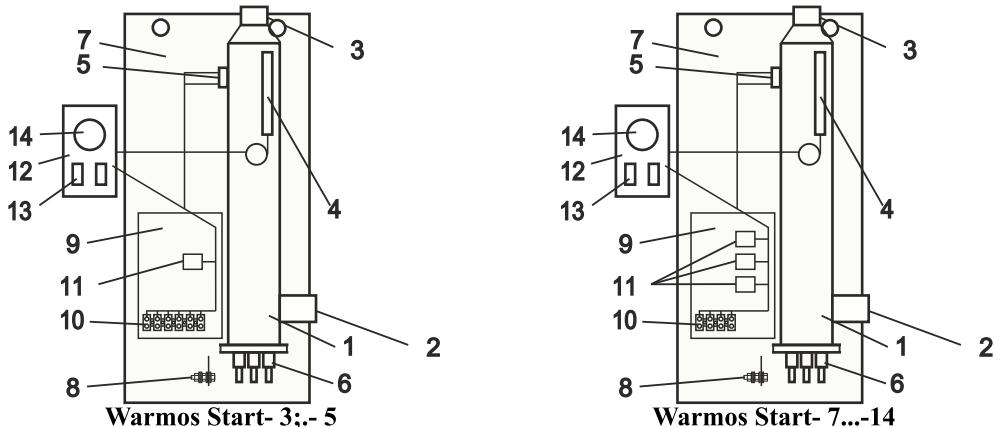

Рисунок 2 (кожух не показан)
4.3 Приборы Warmos Start в соответствии с рис. 2 состоят из следующих основных частей:
- котла (1) с входным (2) и выходным (3) патрубками G1 наружн., датчиком терморегулятора (4), аварийным самовозвратным термовыключателем (5), отключающим прибор при 92°С, и блоком ТЭНов (6);
- панели задней (7), с размещенным на ней зажимом заземления (8) для подключения защитного проводника РЕ;
- панели установочной (9) с размещенными на ней: зажимом винтовым (10), служащим для подключения внешнего силового кабеля; реле коммутации (11)
- панели управления (12), с расположенными на ней выключателями ступеней мощности (13) и терморегулятором (14), служащим для установки температуры нагрева теплоносителя.